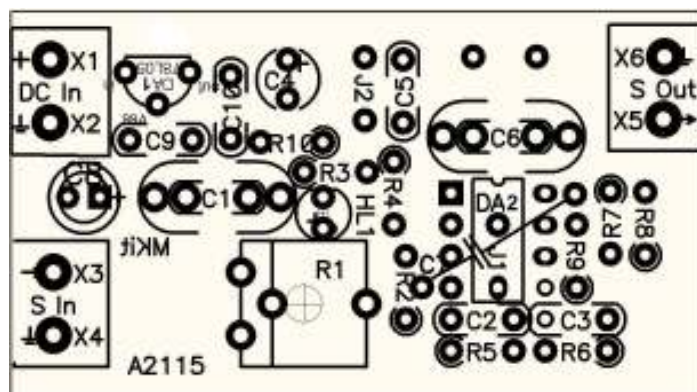

Рис.3 Монтажная схема
3. Установите все детали согласно рис.3 в следующей последовательности: сначала малогабаритные, а потом все остальные элементы.